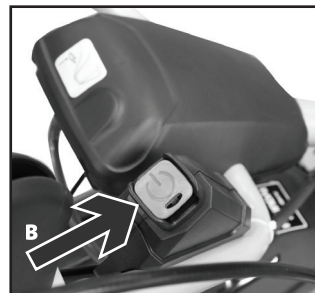

Рис. 14
- Запустите двигатель, используя электрический стартер, нажав кнопку **B** запуска электростартера (Рис. 14). Не удерживайте кнопку электростартера более 5 секунд.